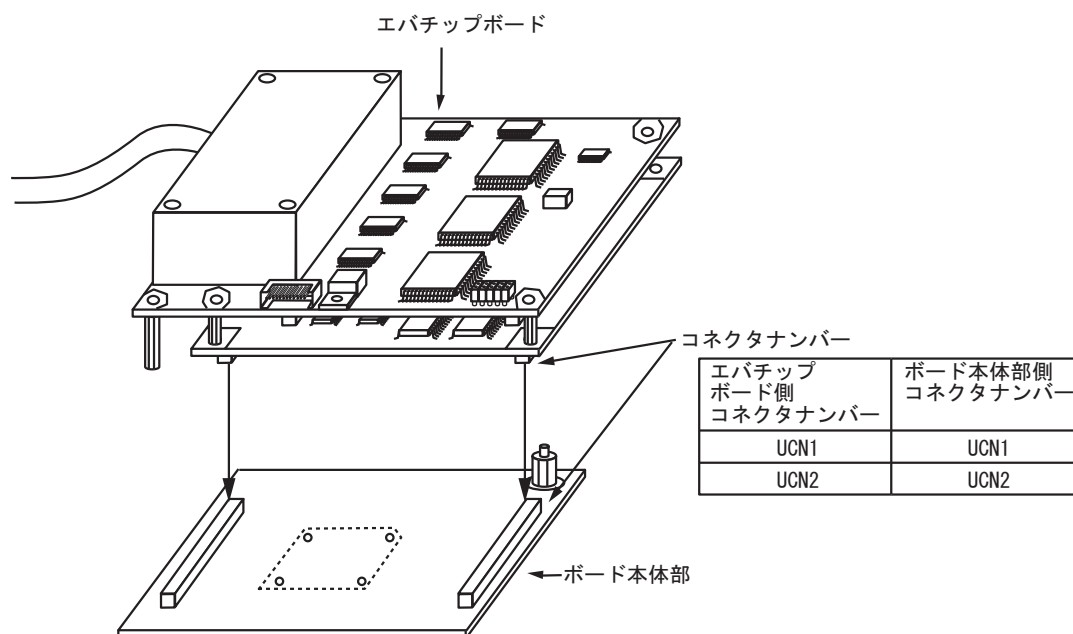

図5 エバチップボードへの接続
- (1) ユーザシステムおよびエミュレータの電源が切れていることを確認してください。
- (2) ボード本体部とエバチップボードのコネクタをコネクタナンバーに合わせて接続します（図5参照）。
- (3) エバチップボードに実装しているスペーサをユーザシステムの状態に合わせて、高さを調整してください。